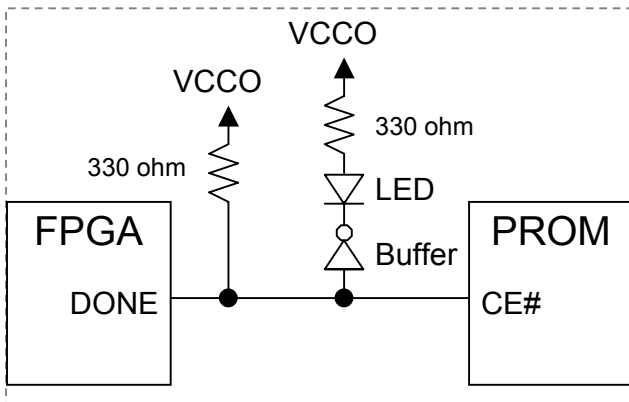
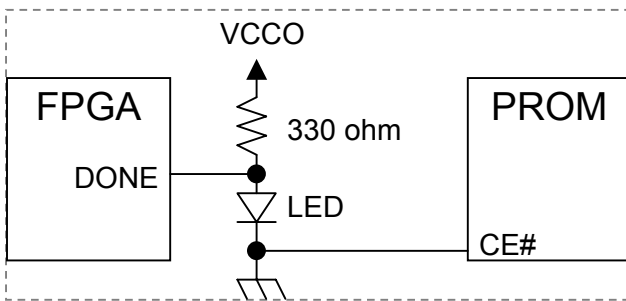

図 2 (バッファを介した LED 回路)
図 3 (バッファを介さない LED 回路)
2. スタンバイ時の消費電力を低減するため FPGA の DONE ピンを使用し PROM CE# を駆動する場合は、信号が仕様内であり、立ち上がり/立ち下がり時間が短くなっていることを確認します。また、LED を駆動するには外部バッファを使用します（図 2 参照）。CE# を駆動するために DONE ピンを使用する場合は、CE# を LED に接続することができます（図 3 参照）。